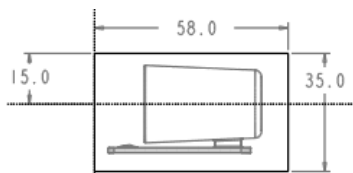

图 7.4 截面草图
(1) 选择命令。单击 **模具** 功能选项卡 **形状** 区域中的 **拉伸** 按钮。此时系统弹出“拉伸”操控板。
(2) 创建实体拉伸特征。
① 定义草绘截面放置属性。在绘图区中右击，从系统弹出的快捷菜单中选择 **定义内部草绘** 命令。系统弹出“草绘”对话框，然后选择 MOLD_PARITING_PLN 基准平面作为草绘平面，草绘平面的参考平面为 MOLD_RIGHT 基准平面，方位为 **右**；单击 **草绘** 按钮，系统进入截面草绘环境。
② 绘制截面草图。进入截面草绘环境后，系统弹出“参考”对话框，选取 MOLD_FRONT 基准平面和 TOP 基准平面为草绘参考，单击 **关闭(C)** 按钮，绘制图 7.4 所示的截面草图。完成截面草图的绘制后，单击“草绘”操控板中的“确定”按钮 **✓**。
③ 选取深度类型并输入深度值。在操控板中选取深度类型 **对称**（即“对称”），再在深度文本框中输入深度值 30.0，并按 Enter 键。
④ 完成特征。在“拉伸”操控板中单击 **✓** 按钮。完成特征的创建。